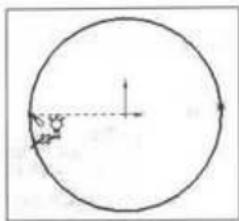
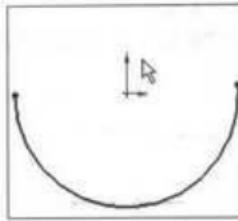

图 2-32 绘制分割点
图 2-33 删除圆弧
- (1) 在特征管理器设计树中选取“前视基准面”，使用草图工具栏中的 (圆) 工具在图形区域任意绘制一个圆。
- (2) 单击草图工具栏中的 (分割实体) 工具，移动鼠标指针到圆实体的弧边线上单击鼠标左键确定一个分割点的位置，用同样的方法确定第二个分割点，如图 2-32 所示。
- (3) 此时分割点已经将一个完整的圆分割成两个部分，选取其中的一部分，将其移动到新的位置，会发现并没有像想象中的那样可以使两部分草图实体随意地分开，它们依然保持着整体结合的形态。
- (4) 保持一部分线段的选取，然后按下<Delete>键，会看到被选取的线段已经被删除，如图 2-33 所示。